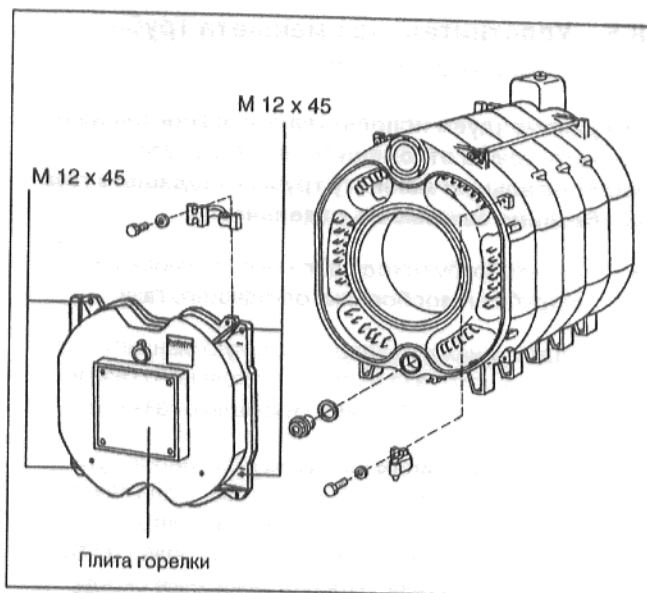

рис. 23
- Навесить дверцу горелки, закрыть ее и прикрепить показанными на рис. 23 винтами (4 x M12 x 45). Затяжку винтов следует производить равномерно крест - накрест.
- В плите горелки (рис. 23) на месте монтажа просверлить или прорезать автогеном отверстие в соответствии с требуемым диаметром трубки горелки (Ø макс. 230 мм). Просверлить отверстия для крепления горелки в соответствии со схемой расположения отверстий на присоединительном фланце горелки.